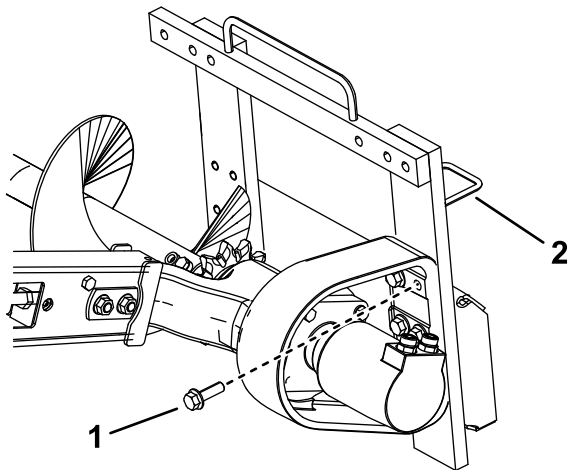

Figura 8
3. Îndepărtați cele 6 uruburi care fixează capul pentru săpătorul de anuri pe cadru (Figura 8).
11. Mutai furtunurile de la ghidajul pentru furtun de la partea superioară a săpătorului de anuri la ghidajul pentru furtun din partea stângă (Figura 8).